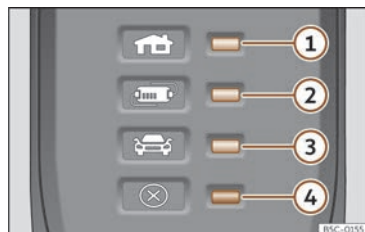

Fig. 62 Sur le câble de charge pour prises de courant : Témoins de contrôle sur le dispositif de protection.
>>> **fig. 62:**
>>> **fig. 62** fait que le connecteur de charge demeure sans courant tant que la prise de charge du véhicule n'est pas branchée.
Un ou plusieurs des témoins de contrôle >>> **fig. 62** ①, ② ou ③ s'allument en vert.
Indication >>> fig. 62	Signification
①, ④ clignotent	Le connecteur pour l'habitation a beaucoup chauffé.
②, ④ clignotent	Le dispositif de protection a beaucoup chauffé.
Si l'opération de charge continue avec un courant inférieur, le témoin d'alerte >>> **fig. 62** ④ clignote en rouge en plus de l'indicateur de fonctionnement.
- Si une déconnexion ou une réduction du courant de charge se produit à nouveau et que l'exposition à une source de chaleur externe ne semble pas en être la cause, notez que le témoin de contrôle vert clignote >>> **fig. 62**. Pour vérifier le câble de charge, adressez-vous à un concessionnaire spécialisé CUPRA ou à tout concessionnaire du réseau SEAT. Pour la vérification de la connexion de l'infrastructure, adressez-vous à un établissement spécialisé en installations électriques.
Si le témoin d'alerte ④ rouge clignote ou s'allume sans qu'un des témoins de contrôle >>> fig. 62 ①, ② ou ③ l'indicateur de fonctionnement ne s'allume de façon permanente, il y a une panne.